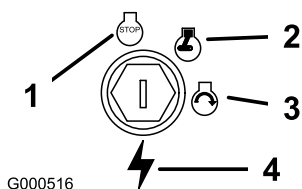

Figure 11
3. Tournez la clé de contact en position Contact coupé (Figure 11).